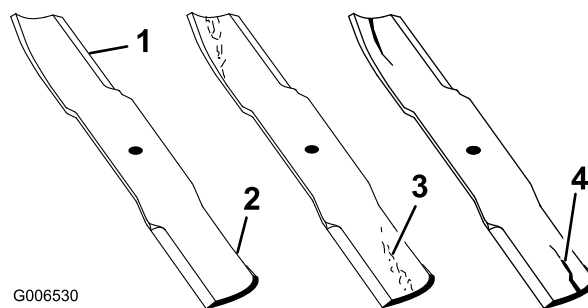

Figura 49
1. Controllate i taglienti (Figura 49).
2. Controllate le lame, in particolare l'area curva (Figura 49). In caso di incrinature, usura o scanalature nell'area (voce 3. in Figura 49) montate immediatamente una nuova lama.